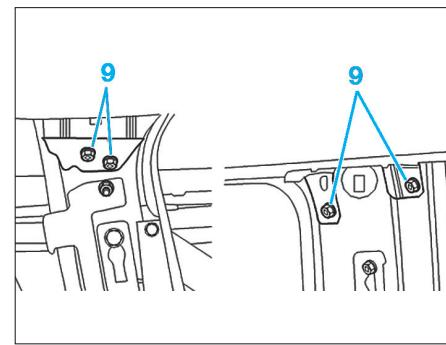

Fig. 47
- Déposer (Fig.47) :
- les poignées de maintien avant et arrière (1),
- le cache (2),
- le cache (3),
- les garnitures de pieds milieu (4) et arrière (5).